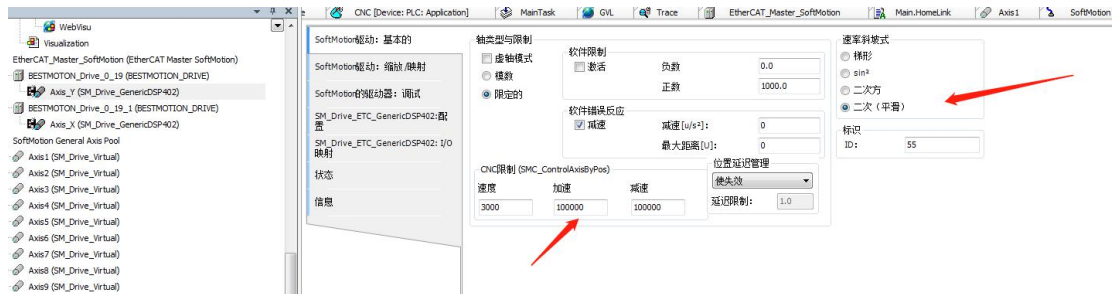

图 2-6-25 CodeSys 工程轴的运动参数
20、设置轴的运动参数：如图 2-6-25，“SoftMotion 驱动：基本的”：在 CNC 限制中可以设置轴的速度，加速度，减速度（语言为英文时可以设置加加速度），速度斜坡式设置为“二次（平滑）”；